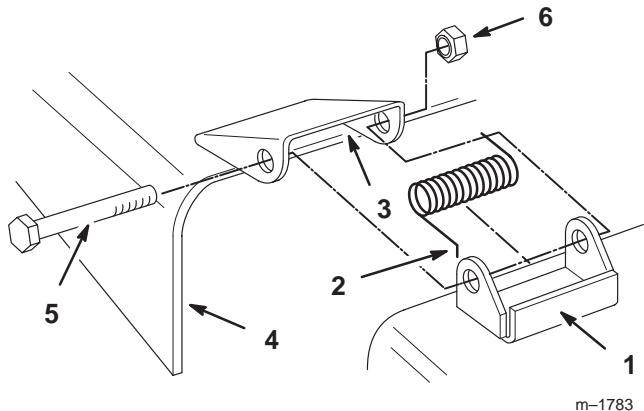

Figure 49
- Enlevez le contre-écrou, le boulon et le ressort qui fixent le déflecteur aux supports du plateau de coupe (Fig. 49). Enlevez le déflecteur s'il est endommagé ou usé.
- Placez les ressorts dans les supports du plateau de coupe, les extrémités crochues engagées sur la partie arrière surélevée (Fig. 49).
- Placez le déflecteur en face des trous des supports, et les extrémités droites des ressorts dans l'espace sous la charnière et au-dessus du déflecteur (Fig. 49).